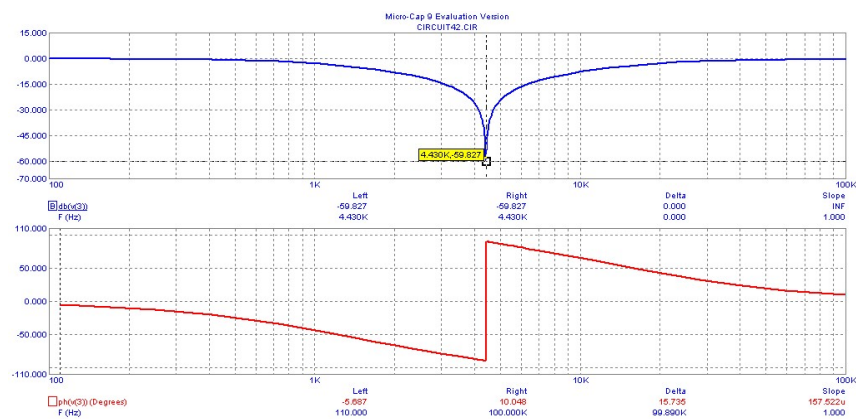
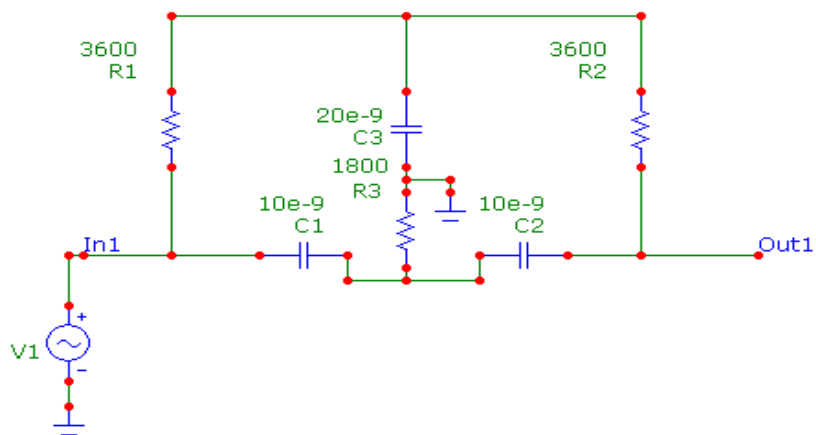
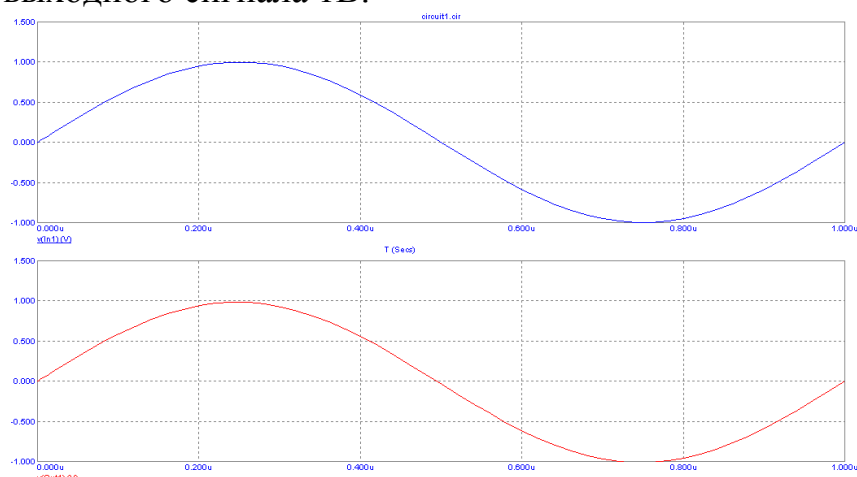

Рис. 11. Амплитудно-частотная и фазо-частотная характеристика
Рис.12. Схема для построения передаточных характеристик.
Рис. 13. Переходной процесс Т-образного моста
**Результаты построения частотных характеристик и переходных процессов.** Результаты анализа схемы представлены на Рис. 11, Рис.12, Рис. 13.